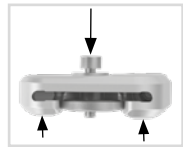

Fig. 5
- 2 Placez la rondelle sur la plaque supérieure et serrez la vis de compression dans le filetage de la première vis (S1). La vis de compression ne doit pas être complètement vissée (Fig. 5).
- 3 Écartez la partie supérieure de l'articulation et la plaque supérieure en exerçant la force comme indiqué (flèches dans Fig. 5). Ceci peut être réalisé par l'utilisation d'un étou ou par des coups contrôlés, par exemple avec un maillet à frappe amortie.